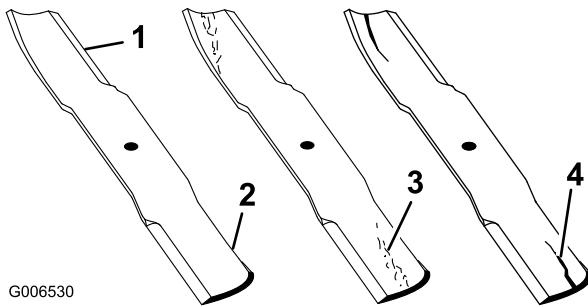

図 28
2. ブレードの切っ先を注意深く観察、特に、直線部と曲線部が交わる部分をよく観察する（図 28）。この、直線部と曲線部の交差域は、砂などによる磨耗が進みやすい部分なので、機械を使用するまえによく点検することが必要。磨耗が大きい場合には（図 28）危険であるから交換する；「ブレードの取り外し」を参照。
ブレードの磨耗を放置すると、ブレードのセール部と平坦部との間に割れ目が発生する（図 28）。この割れ目が拡大すると、最終的にはブレードがちぎれてハウジングの下から飛び出し、これがオペレータや周囲の人々に重大な人身事故となる。